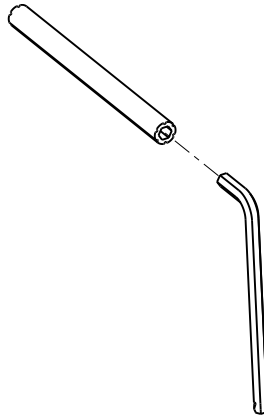

Figure 12 – Clé à 6 pans et rallonge d'outil d'extraction
2. Retirer la clé à 6 pans et la rallonge d'outil d'extraction du cache central (Figure 12).